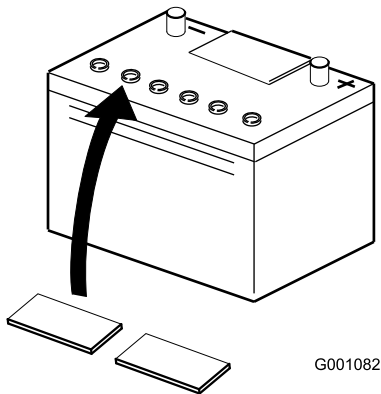

Figura 6
3. Limpie la parte superior de la batería y retire los tapones de ventilación (Figura 6).
- Vuelva a colocar los tapones de ventilación (Figura 6).